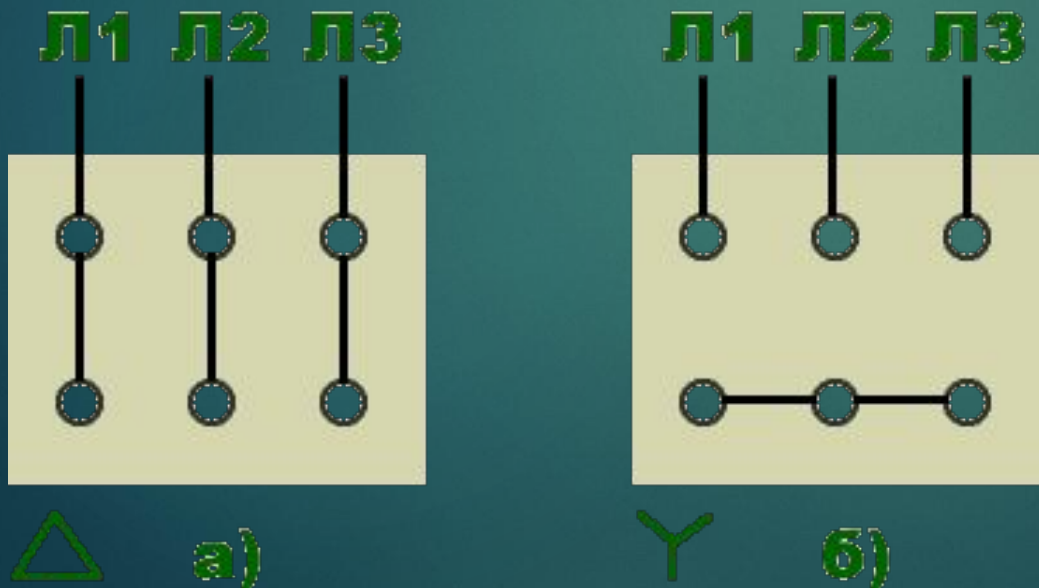

Рис.4. З'єднання затискачів на щитку двигуна:
- У поздовжні пази статора укладають провідники його обмотки **2**, які з'єднують між собою так, що утворюється трифазна система. На щитку **4** машини є шість затискачів, до яких приєднуються початки і кінці обмоток кожної фази. Для підключення обмоток статора до трифазної мережі вони можуть бути з'єднані **зіркою** або **трикутником**, що дає можливість вмикати двигун в мережу з двома різними лінійними напругами (рис.4).